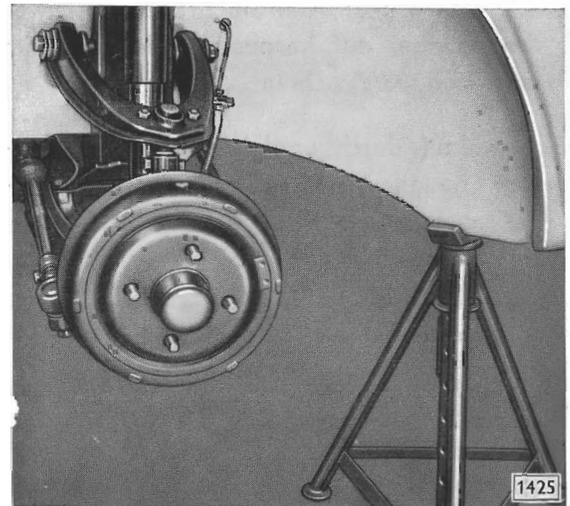

Bild 92 - Wagen unter Vorderrahmen abgestützt (Vorderrad auf Einstellseite abgenommen)
2. Wagen mit Abstützböcken unter Vorderrahmen abstützen (Bild 92) und Vorderrad auf der Seite, auf der der Nachlauf eingestellt werden soll, abnehmen.